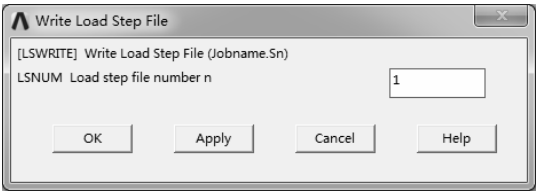

图 7-243 “Write Load Step File”对话框
6) 载荷步输出。选择“Main Menu>Solution>Load Step Opts>Write LS File”命令，弹出“Write Load Step File”对话框，在“Load step file number n”文本框中输入 1，单击“OK”按钮完成，如图 7-243 所示。